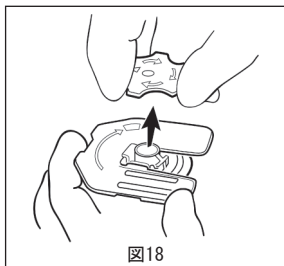

図18
9. ダイヤルをまっすぐ上に引っ張ってダイヤルを取り外します (図18)。ダイヤルは、ダイヤル上の三角印が支持棒のランディングゾーンの範囲内にあるときのみ取り外せます。